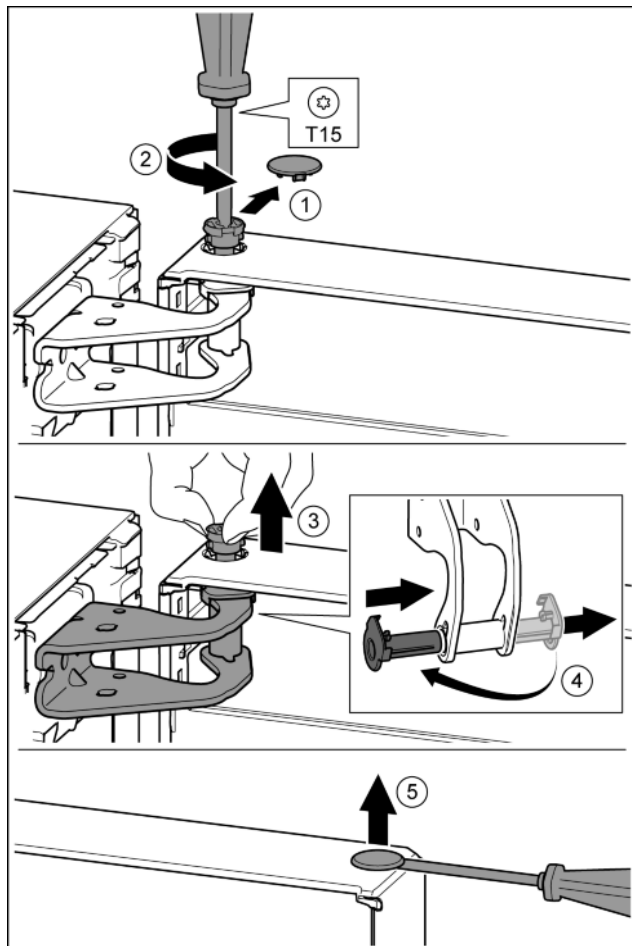

Fig. 7
- ▶ Обережно зніміть запобіжну кришку. Fig. 7 (1)
- ▶ Трохи викрутіть гвинт за допомогою викрутки T15. Fig. 7 (2)
- ▶ Притримуйте дверцята і витягніть палець руками. Fig. 7 (3)
- ▶ Витягніть із прямої опору втулку. Встановіть і зафіксуйте з іншого боку. Fig. 7 (4)
- ▶ За допомогою шлицевої викрутки обережно підійміть пробку із опорного втулка дверцят та витягніть її. Fig. 7 (5)